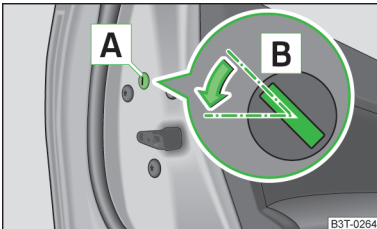

Abb. 195
- Die Blende **A** abbauen » Abb. 195.